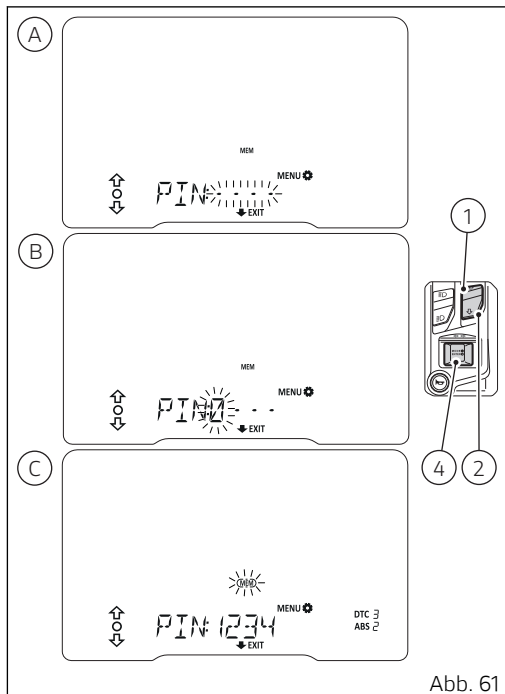

Abb. 61
Wird die Taste (4) zur Bestätigung der vierten und letzten Zahl gedrückt, blinkt im Display die Umrandung der Angabe MEM (C, Abb. 61) auf. Nun können über die Tasten (1) und (2) folgende Maßnahmen getroffen werden:
- die Taste (2) 2 Sekunden lang gedrückt halten, um die Funktion zu verlassen, ohne den PIN CODE zu speichern;
- Wahl der einzelnen Ziffern (blinkend) des eingegebenen Codes und Drücken der Taste (4) für die Änderung mittels Wiederholung der Codeeingabe;
- Wahl der Angabe MEM (blinkende Umrandung) (C, Abb. 61) und Drücken der Taste (4) zum Speichern des PIN CODE. Daraufhin wird im Cockpit 2 Sekunden lang die Angabe „PIN MEM“ angezeigt, dass wird auf die vorausgehende Anzeige umgeschaltet.